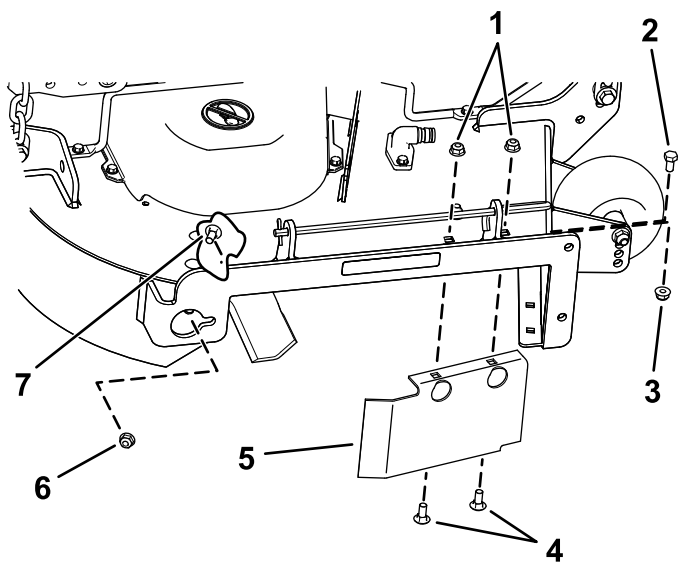

Figura 18
8. Îndepărtai urubul de fixare (5/16" x 3/4") i contrapiulița (5/16" x 3/4") de pe peretele spate al punii mainii de tuns iarba, care fixează deflectorul pe punte (Figura 18).
9. Localizai protecția deflectorului de la marginea frontală a deschiderii evacuării laterale (Figura 18).
10. Îndepărtați elementele de fixare care fixează protecția deflectorului și deflectorul drept pe puntea mainii de tuns iarba (Figura 18).
13. Montați elementele de fixare îndepărtate anterior pe orificiile părții frontale a plăcii de evacuare și pe orificiul față al punii (Figura 18).